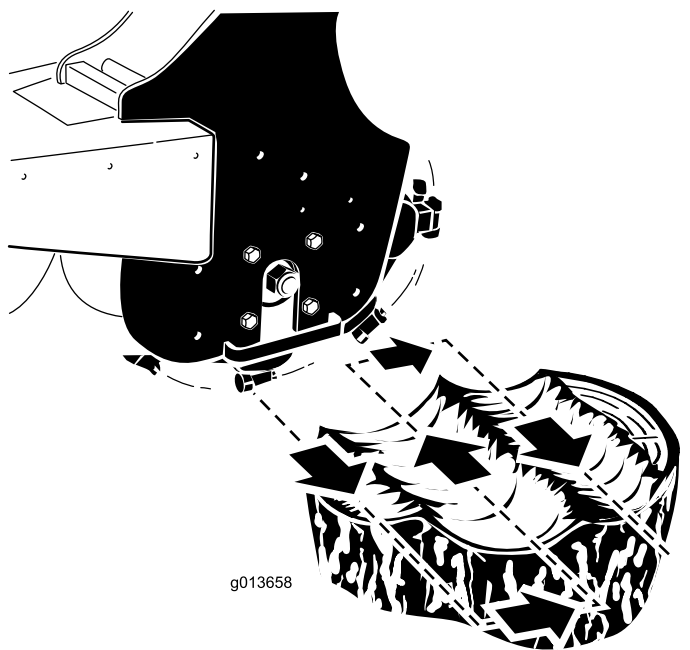

Figure 9
4. Placez la broyeuse sur le côté gauche et derrière la souche (Figure 9).
- Déplacez la broyeuse dans votre direction à l'aide du levier de basculement ; vous pouvez alors travailler à une profondeur de 0,5 à 5 cm selon la dureté du bois (Figure 9).
- Ressortez la broyeuse (Figure 9), abaissez-la de 0,5 à 5 cm, puis répétez les opérations des étapes 4 à 6 jusqu'à ce que vous ayez broyé la souche sur quelques centimètres.
- Déplacez la broyeuse vers la droite (Figure 9).